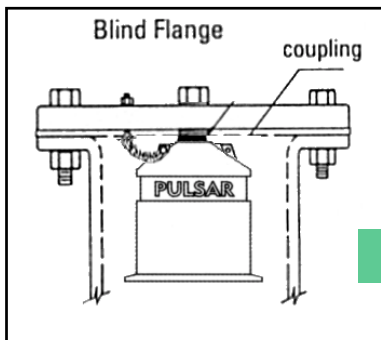

FIGURE 3a
- Standpipe - התקנת גשש בתוך צינור (ראה Fig.3a).